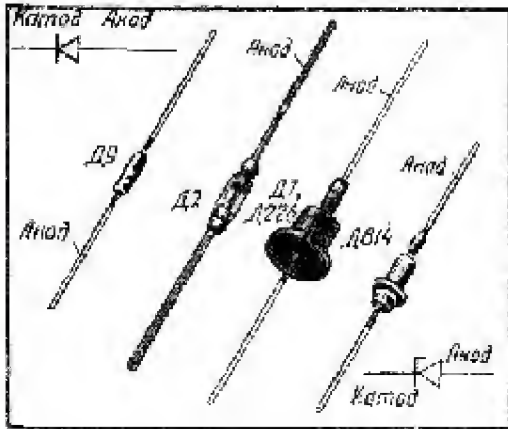

Рис. 3. Диоды и стабилитрон
**Диоды.** У диода (рис. 3) два вывода: анод и катод. Если подключить к ним батарею полюсами: плюс — к аноду, минус — к катоду, в направлении от анода к катоду потечет ток. Сопротивление диода в этом направлении небольшое. Если же попытаться переменить полюсы батарей, то есть включить диод «наоборот», то ток через диод не пойдет. В этом направлении диод обладает большим сопротивлением.
**Стабилитроны.** Эти полупроводниковые приборы (рис. 3, Д814) также имеют два вывода: анод и катод. В прямом направлении (от анода к катоду) стабилитрон работает как диод, беспрепятственно пропуская ток. А вот в обратном направлении он вначале не пропускает ток (как и диод), а при увеличении подаваемого на него напряжения вдруг «пробивается» и начинает пропускать ток. Напряжение «пробоя» называют напряжением стабилизации. Оно будет оставаться неизменным даже при значительном увеличении входного напряжения. Благодаря этому свойству стабилитрон находит применение во всех случаях, когда нужно получить стабильное напряжение питания какого-то устройства при колебаниях, например сетевого напряжения.